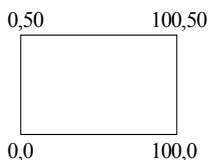

Рис. 1
*Пример:* Нарисовать прямоугольник (рис. 1) с использованием абсолютных и относительных координат (для рисования применить команду *LINE (ОТРЕЗОК)*).